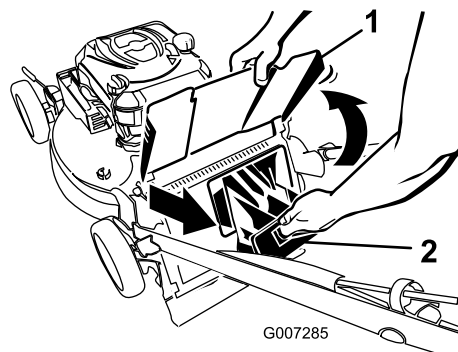

Figura 30
2. Sollevate il deflettore di scarico e tenetelo sollevato (Figura 30).
3. Togliete il coperchio di scarico posteriore (Figura 30).